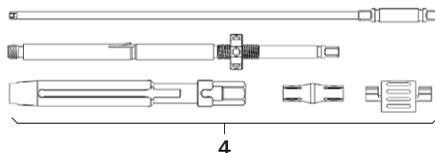

Fig. 9
- Montare la leva da riduzione 4, vedere Fig. 9.